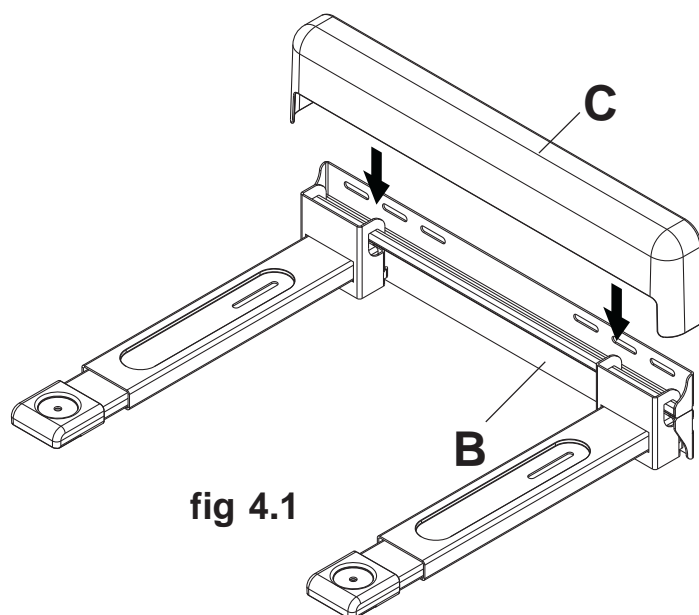
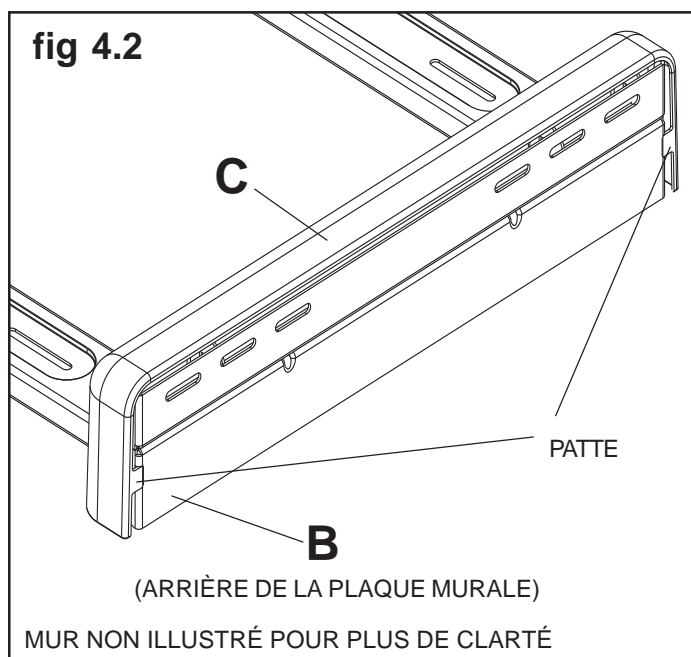

fig 4.1
fig 4.2
- 4 Fixez le couvercle de plaque murale (C) à la plaque murale (B) comme illustré à la figure 4.1. Les pattes à l'arrière du couvercle (C) sont insérées dans les encoches situées à l'arrière de la plaque murale (B) comme illustré à la figure 4.2.